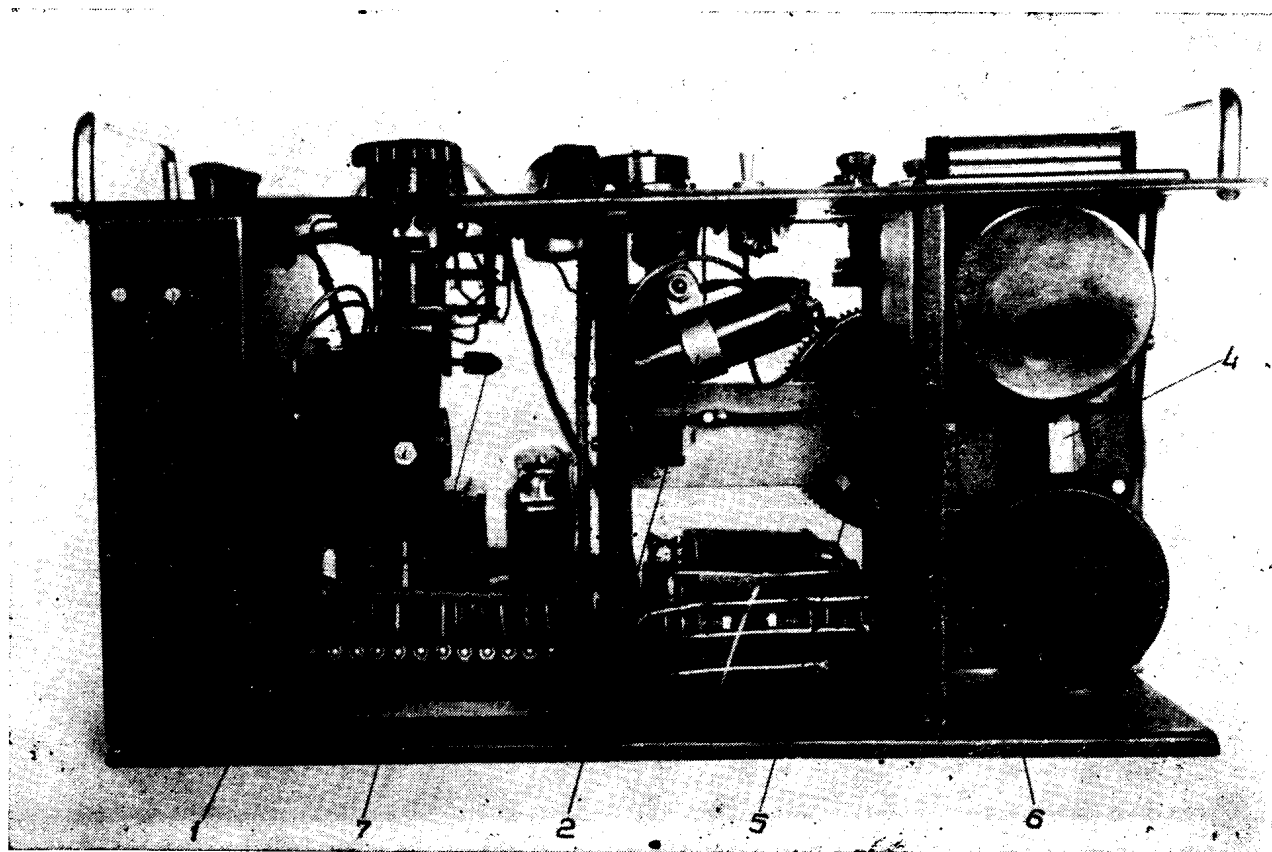

Рис. 6.
Монтаж аппарата приведен на рис. 6 и 7.
Регулировка производится следующим образом: маятник устанавливается так, чтобы отверстие на его пружине с грузиком совпало с отверстием на заслонке. Луч света, проходящий при совмещении отверстий, падает на зеркало. Последнее нужно расположить так, чтобы обеспечить попадание луча на линзу 6 (рис. 6). Нить лампы осветителя должна быть в горизонтальном положении. Это достигается поворотом оправы с патроном вокруг своей оси. Правильность положения нити наблюдается на бумаге, расположенной на диафрагме перед линзой (6). После линзы световая полоска фокусируется на пленке в виде тонкой горизонтальной полоски. Точная фокусировка достигается перемещением лампы осветителя вдоль тубуса.
Регулировка производится следующим образом: световой луч осветителя (2) (рис. 6) направляется на зеркальце гальванометра. Поместив бумагу перед линзой (6) обнаруживают «зайчик» и, регулируя осветителем и винтом гальванометра, направляют его на плоско-выпуклую линзу в виде вертикальной черты, которая линзой (6) собирается в яркую точку на пленке.